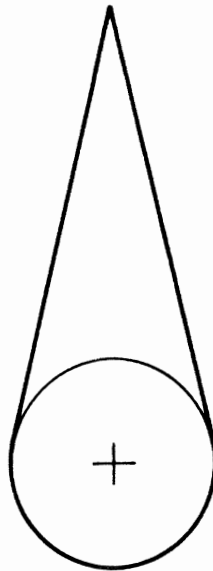

Fig. 110 Zeiger
- Zeiger (z. B. aus Haftetiketten nach Schablone Fig. 110 oder Schablone direkt verwenden), der auf linke Stirnseite der Schaltwelle geklebt wird (Trägerpapier nur im Bereich der Schaltwelle entfernen).